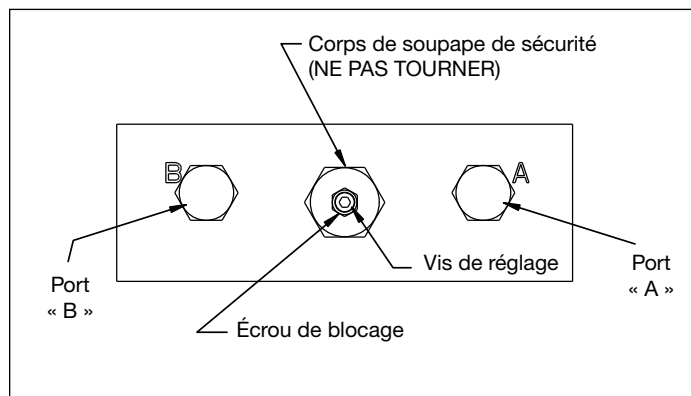

Figure 12, soupape de retour - VM33M and VM43M
1. Installer une jauge de 0 à 1 035 bar (0 à 15 000 psi) sur le port « A » (Figure 12).